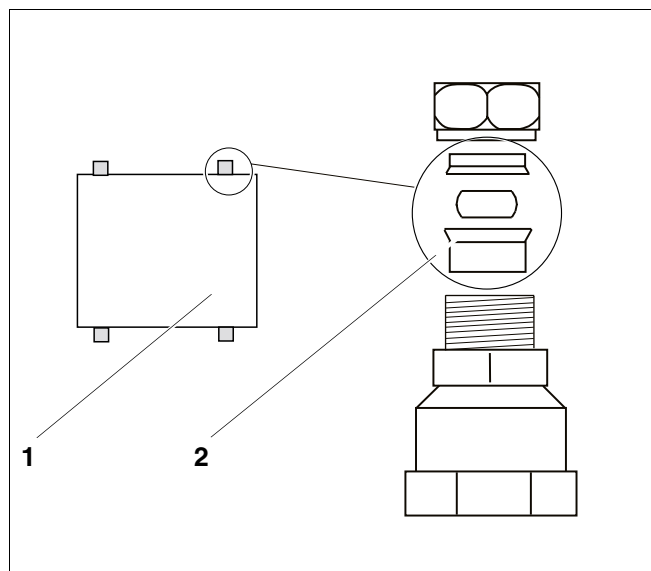

Fig. 2 Retirer les bagues de serrage
La station complète (fig. 2, **pos. 1**) est équipée de quatre écrous de raccord avec bagues de serrage pour tubes en cuivre 18 mm. Pour pouvoir réaliser le montage des Twin Tube 15, il faut d'abord retirer les bagues de serrage.
- Remplacer les bagues de serrage, selon le graphique, par les kits 18 mm x 15 mm (fig. 2, **pos. 2**).